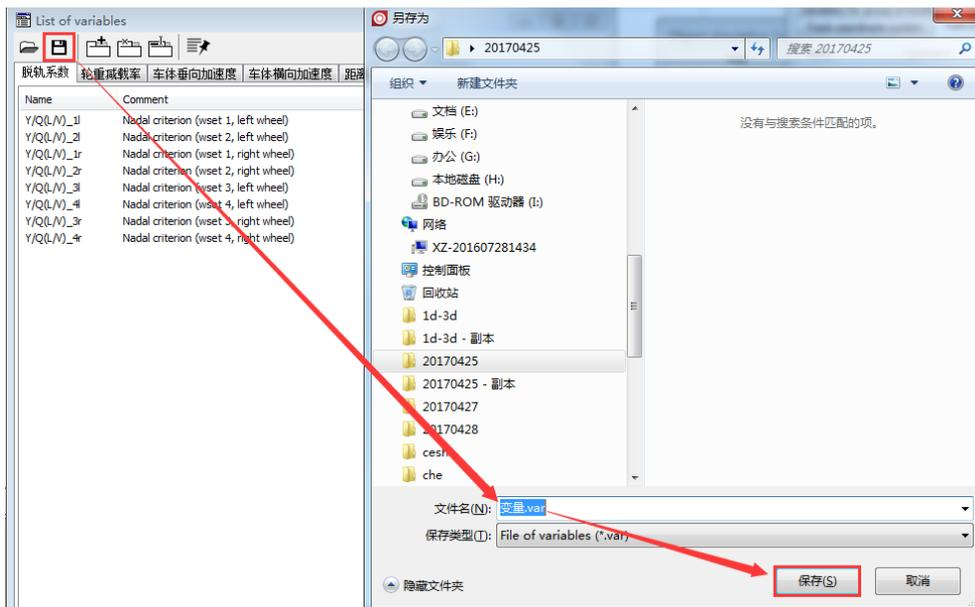

图 004-7
5、点击 **List of variables** 保存，保存创建好的变量，如图 004-7；